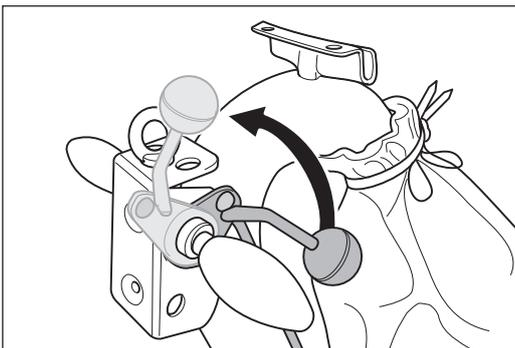

Abb. 34 Den Ablasshebel am Handgriff bis zum Anschlag nach oben ziehen. Dadurch wird die Schleifwalze vom Boden abgehoben.
- 1 Ziehen Sie den Ablasshebel am Handgriff bis zum Anschlag nach oben (Abb. 34). Dadurch wird die Schleifwalze vom Boden abgehoben.
- Vor dem Einschalten der Maschine immer die Schleifwalze vom Boden abheben (Abb. 34)!
Nach dem die oben genannten Bedingungen erfüllt sind und die Schleifwalze vom Boden abgehoben ist (Abb. 34), können Sie mit dem Schleifen beginnen: